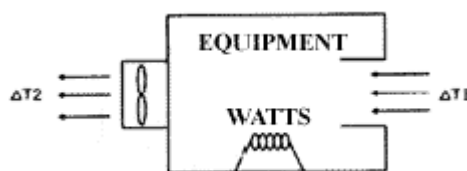
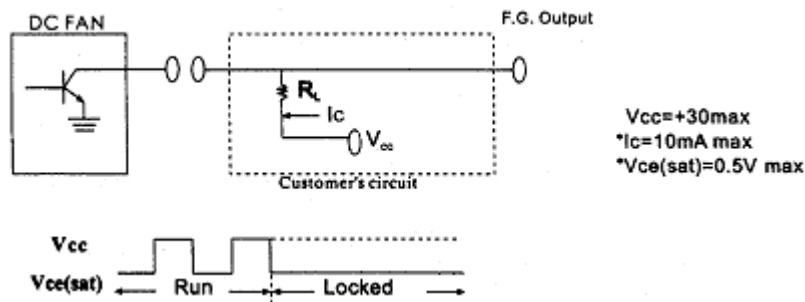

Рис. 2
Рис.1 Выходной сигнал и подключение вентиляторов типа ОСМ и ТМ.
Чаще всего малогабаритные вентиляторы используют в качестве средств охлаждения. В этом случае при выборе вентилятора, в первую очередь, необходимо определить воздушный поток, достаточный, чтобы рассеять тепло от данной системы (рис.2).
В первом приближении воздушный поток может быть определён из формулы $Q [m^3/час] = 3 * P / T$, где P [Вт] - тепловая мощность, выделяемая системой, а $T [^{\circ}C] = T_2 - T_1$ - разница температур на выходе и входе системы (см.рис.2). Тепловая мощность, выделяемая прибором, не может быть больше потребляемой мощности. Поэтому для грубой оценки можно взять потребляемую мощность. Температура на входе системы (T_1) равна температуре окружающей среды, а на выходе (T_2) - допустимой температуре воздуха внутри системы. На практике при выборе вентилятора необходимо учитывать, что в описании вентилятора указывается максимальный воздушный поток. При наличии перегородок, изгибов, т.е. сопротивления движению воздуха (рис.1, кривая "System Impedance Curve") реальный поток может быть существенно ниже (рис.1, точка пересечения кривых). Поэтому на практике выбирать вентилятор необходимо с запасом.
1. Вентиляторы типа ОСМ, ТМ, М имеют дополнительный третий вывод, на который выводится сигнал о работе вентилятора. Типы ОСМ и ТМ имеют встроенный транзистор для усиления сигнала, который включен по схеме открытый коллектор. Тип М выдаёт сигнал амплитудой 2,2 вольта, который требует дополнительного усиления. Во время нормальной работы вентилятора на дополнительном выводе присутствуют импульсы, которые пропадают в случае остановки двигателя, например из-за блокировки крыльчатки (Рис.1).